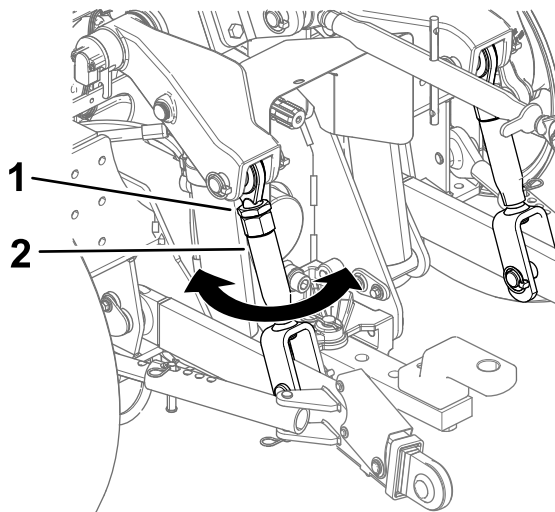

Figure 24
1. Desserrez l'écrou de blocage sur l'un des bras de levage (Figure 24).
2. Sortez plus ou moins le bras de levage jusqu'à ce que l'outil soit de niveau (Figure 24).
3. Resserrez l'écrou de blocage (Figure 24).